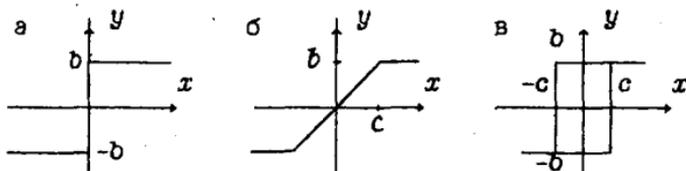

Рис. 11.2
4. Вычислите коэффициенты гармонической линеаризации нелинейностей, представленных на рис. 11.2 и качественно изобразите соответствующие эквивалентные амплитудные и фазовые характеристики.
3. Постройте экспериментально по три точки графиков, отражающих зависимость коэффициента гармонической линеаризации нелинейностей, представленных на рис. 11.2 ($b=5, c=2$) от амплитуды входного сигнала. Сравните результаты эксперимента с теоретическими расчетами.